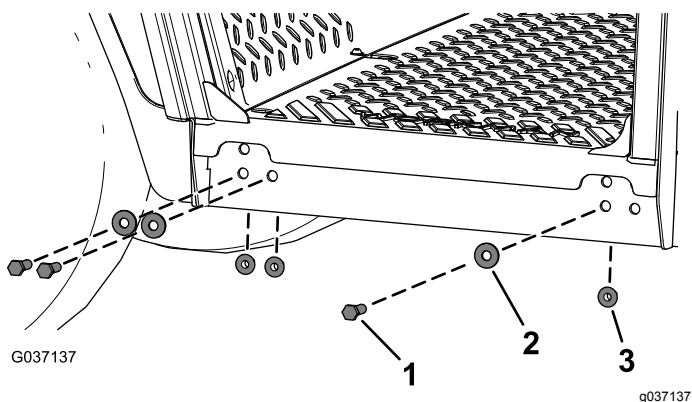

Рисунок 12
5. Закрепите боковые части рамы кабины на машине при помощи 6 болтов с шестигранными головками ($\frac{3}{8}$ x $1\frac{1}{4}$ дюйма), 6 шайб ($\frac{3}{8}$ дюйма) и 6 фланцевых гаек ($\frac{3}{8}$ дюйма), как показано на Рисунок 12.